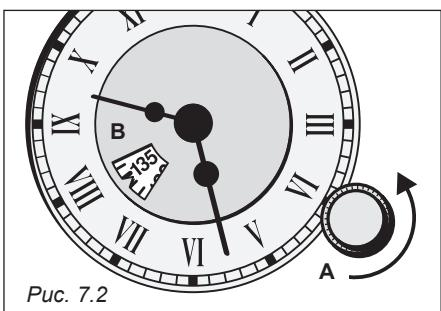

Рис. 7.2
- Установите время приготовления поворотом ручки «A» против часовой стрелки до положения, при котором нужное время в окошке «B» совпадает с указателем (Рис. 7.2).